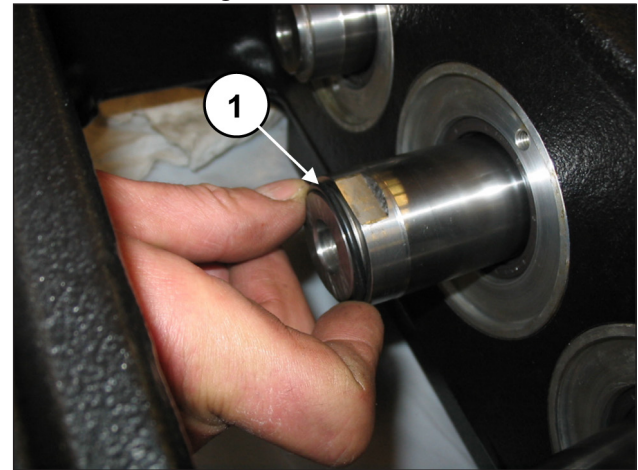
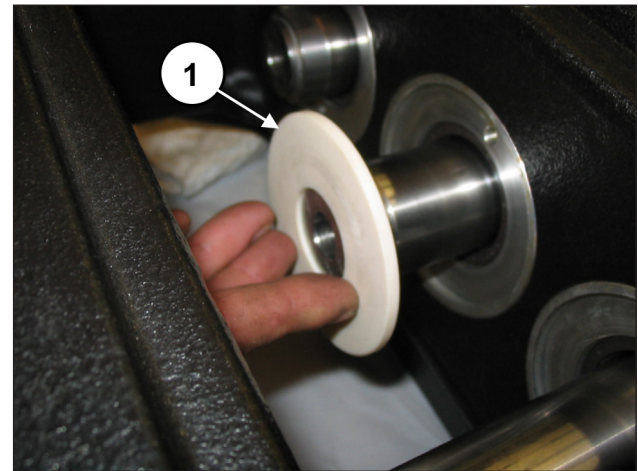

Abb. 99
Abb. 100
Montieren Sie den Spritzschutz samt O-Ring in die Aufnahme an der Kolbenführung (Pos. ①, Abb. 99 und Abb. 100).